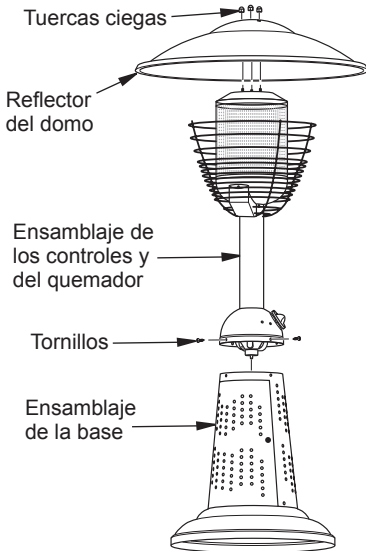

Figura 3. Ensamblaje del calentador
1. Fije el ensamblaje de los controles y del quemador al ensamblaje de la base con 4 tornillos (consulte la figura 3, página 6). Apriete los tornillos. Coloque la etiqueta de instrucciones de operación debajo de la perilla de control para que sea fácil su revisión.
2. Alinee los 3 orificios del domo con los 3 pernos que sobresalen de la parte superior del quemador (consulte la figura 3). Coloque el domo sobre los pernos. Instale las 3 tuercas ciegas sobre los pernos. Apriete con pinzas.
3. Retire los 4 tornillos que sujetan el ensamblaje del quemador al ensamblaje de la base (consulte la figura 3 en la página 6).